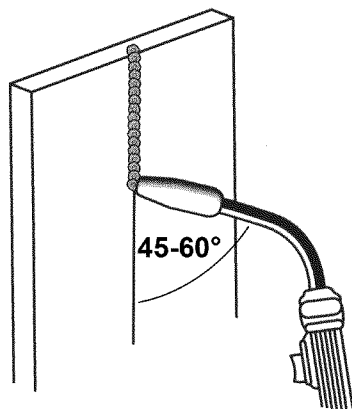

Figura 16. Posición vertical
3. La POSICIÓN VERTICAL (Figura 16) es la siguiente posición más difícil. Jalando la pistola de arriba hacia abajo puede ser más fácil para mucha gente, pero en algunos casos puede ser difícil evitar que se escurra la soldadura fundida del charco hacia abajo. Al empujar la pistola hacia arriba se puede controlar mejor el charco y se puede avanzar a menor velocidad para lograr mayor penetración. Cuando se suelda una junta vertical, el ángulo B (ver CÓMO SOSTENER LA PISTOLA en la página 20) se mantiene usualmente a cero grados, pero el ángulo A variará de 45 a 60 grados para tener mejor control del charco de soldadura fundida.